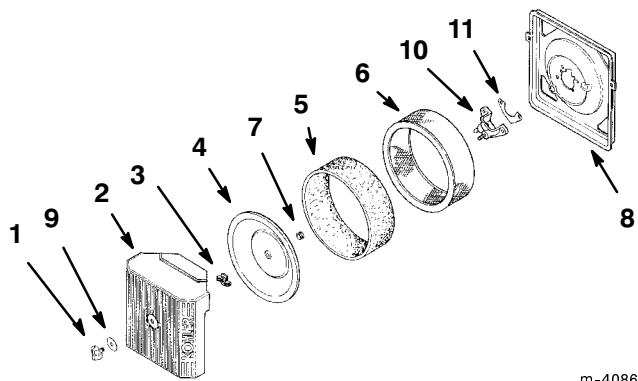

Bild 17
3. Reinigen Sie den Bereich um den Luftfilter herum, um zu verhindern, dass Schmutz in den Motor fällt und Schäden verursacht. Schrauben Sie die Verschluss-schraube los und entfernen den Luftfilterdeckel (Bild 17).
4. Schieben Sie den Schaumstoffeinsatz vorsichtig vom Papiereinsatz herunter (Bild 17).
5. Schrauben Sie die Deckelmutter los und entfernen den Deckel und den Papiereinsatz (Bild 17).
1. Schieben Sie das Schaumelement vorsichtig auf den Papiereinsatz (Bild 17).
2. Schieben Sie die Luftfiltergruppe mit dem Deckel auf die lange Stange. Drehen Sie die Deckelmutter jetzt mit der Hand gegen den Deckel (Bild 17).
3. Bringen Sie den Luftfilterdeckel an (Bild 17).